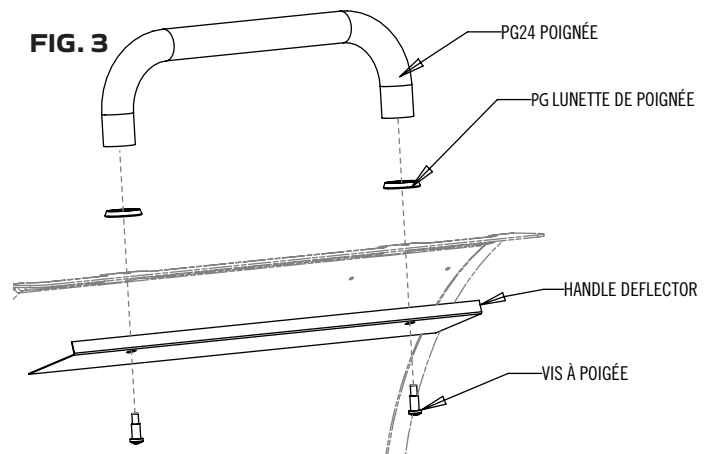

FIG. 3
1. Monter la poignée comme indiqué à la Fig. 3.